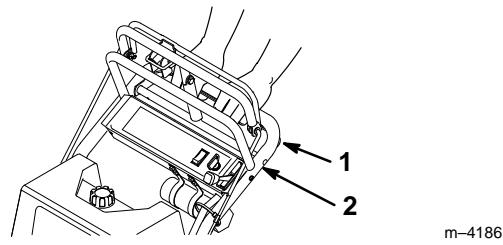

Figure 15
4. Soulever le mancheron et serrer simultanément la barre de commande inférieure (Fig. 15 et 16).